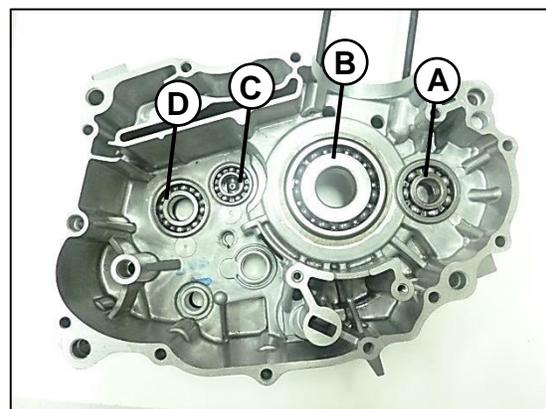

Fig. 34
(D) rodamiento eje secundario (620Z TPI) Fig. 34